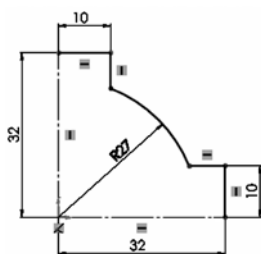
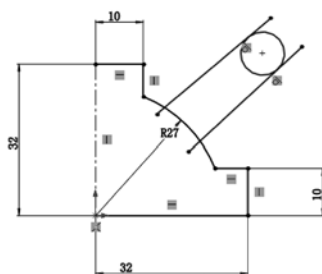

图 2-101 标注尺寸 1
图 2-102 绘制圆和直线段
(1) 新建文件。启动 SolidWorks 2012，选择菜单栏中的“文件”→“新建”命令，或单击工具栏中的（新建）按钮，在打开的“新建 SolidWorks 文件”对话框中，单击“零件”→“确定”按钮。
(2) 绘制截面草图。在设计树中选择前视基准面，单击“草图”工具栏中的（草图绘制）按钮，新建一张草图。单击“草图”工具栏中的（中心线）按钮和（圆心/起/终点画弧）按钮，绘制线段和圆弧。
(3) 标注尺寸。单击“草图”工具栏中的（智能尺寸）按钮，标注尺寸 1 如图 2-101 所示。
(4) 绘制圆和直线段。单击“草图”工具栏中的（圆）按钮和（直线）按钮，绘制一个圆和两条线段。
(5) 添加几何关系。按住〈Ctrl〉键选择其中一条线段和圆，几何关系添加为相切，两线段均与圆相切，如图 2-102 所示。